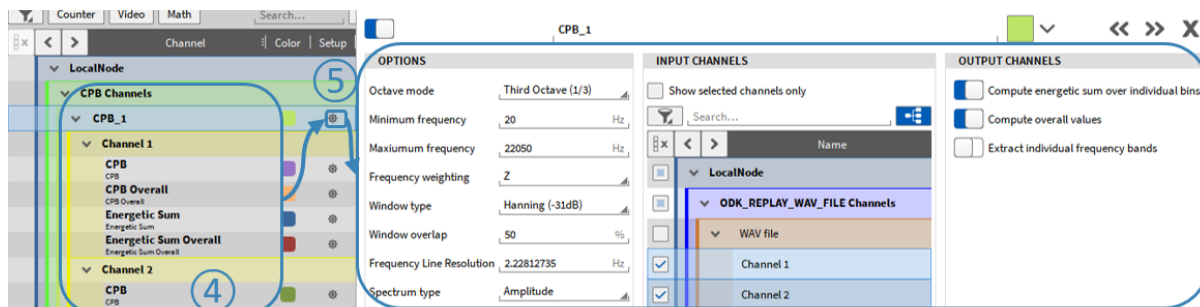

Abb. 7.124: Nachträgliche Änderung der CPB-Optionen
3. Drücken Sie *Add* um die Berechnung anzulegen. Die Ausgangskanäle werden der Kanalliste hinzugefügt (siehe ④ in Abb. 7.124)
4. Die Einstellungen können nachträglich geändert werden und sind über den *Gear* Button der jeweiligen Kanalgruppe zugänglich (siehe ⑤ in Abb. 7.124)
- Das zeitlich ändernde CPB Spektrum wird automatisch berechnet. Der Kanalname ist *CPB* (siehe ④ in Abb. 7.124).
- Falls *Compute energetic sum over individual bins* aktiviert ist, wird die energetische Summe des Spektrums berechnet. Der Kanalname ist *Energetic Sum* (siehe ④ in Abb. 7.124).
Die Kanalnamen sind *CPB Overall* und *Energetic Sum Overall* (siehe ④ in Abb. 7.124).